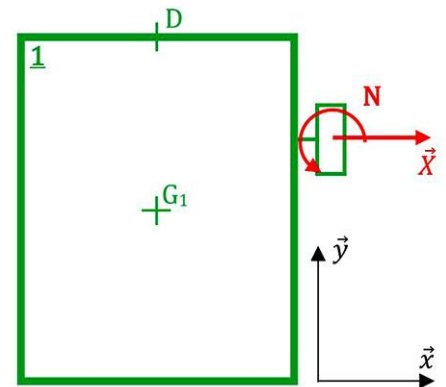

Fig. 4 Cabine 1 isolée
- L'action mécanique exercée par le bâti **0** sur la cabine **1** dans la liaison glissière est modélisée par : la force $\vec{X} = X \vec{x}$ et le moment \mathbf{N} représentés sur la figure 4.